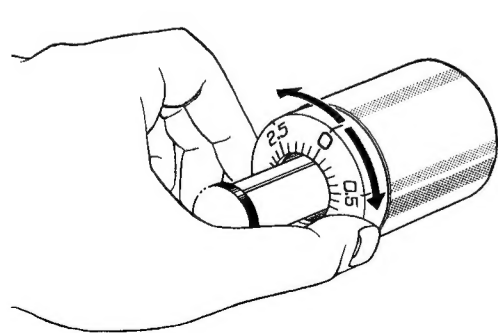

Fig. 8
4. Reposez le bras de lecture sur son support. Tout en empêchant le contrepoids principal de bouger, tournez l'anneau gradué jusqu'à ce qu'il indique la position «0» (Fig. 8).
4. Tonarm auf die Stütze zurücklegen. Ausgleichsgewicht mit einer Hand festhalten und den Stellring mit der anderen auf «0» einjustieren (Fig. 8).
4. Breng de toonarm terug op de steun. Houd nu het contragewicht vast en draai aan de indicatorring tot hij op 0 staat (Fig. 8).
4. Sätt tillbaka tonarmen i armhållaren. Håll nu motvikten på plats och vrid endast den numrerade ringen så att den står i «0»-läget (Fig. 8).